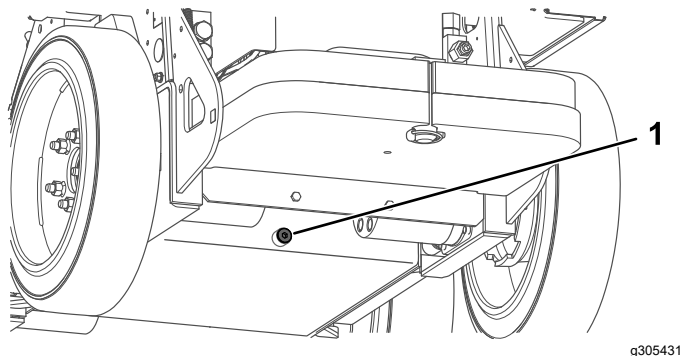

Figura 37
5. Retire el tapón de vaciado del depósito hidráulico y deje que se drene el fluido (Figura 37).